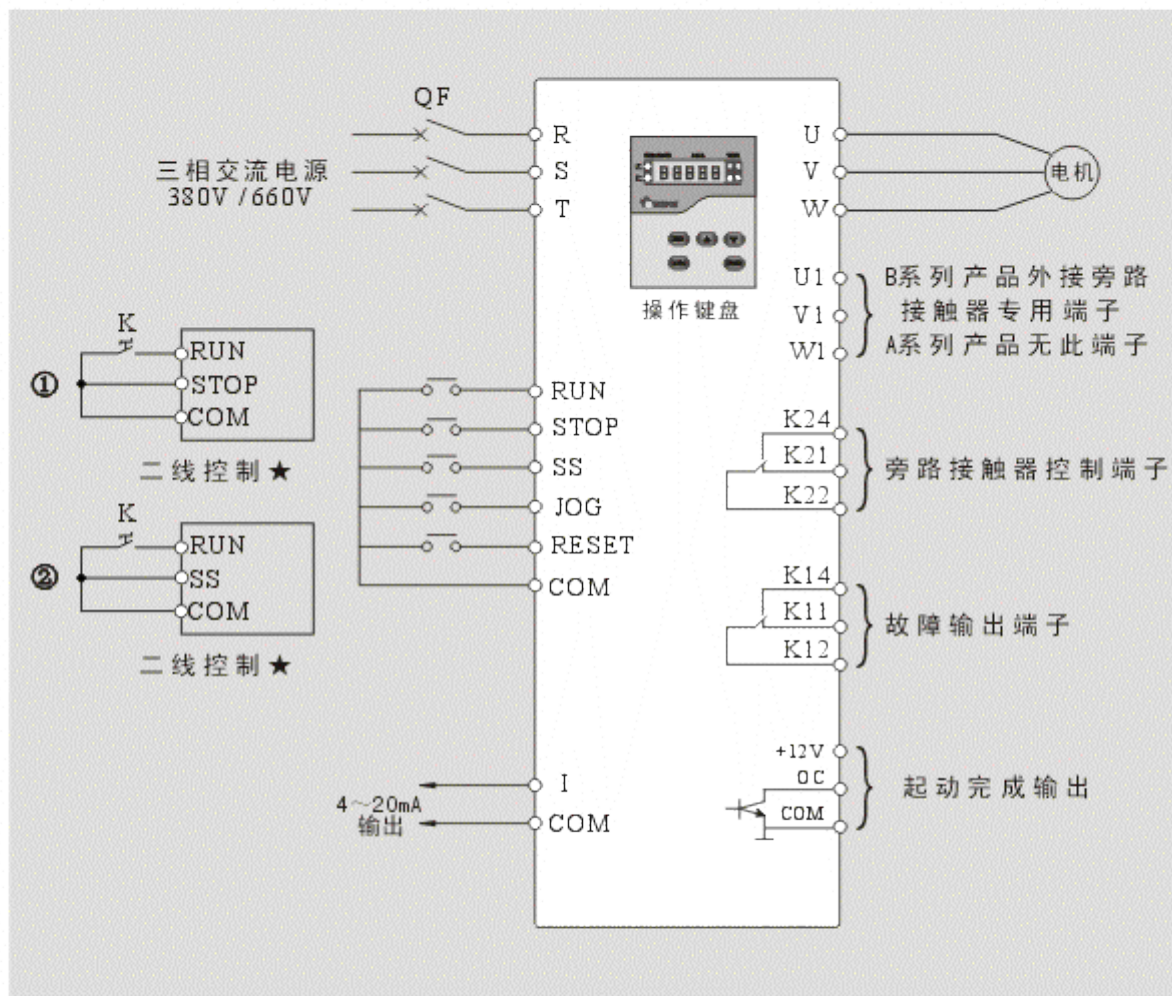

图 5-1
注①: 表示外控有两种接线方式, 详见图5-1
注①: “停车模式选择”中的参数设置仅对键盘操作有效, 采用外控操作时, 停车方式和接线有关, 详见图5-1。